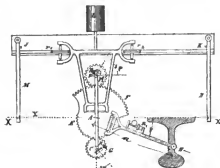

Fig. 2.
a) Das Auslersche Momentenplanimeter. In Fig. 2 bezeichnet XX' die Achse,